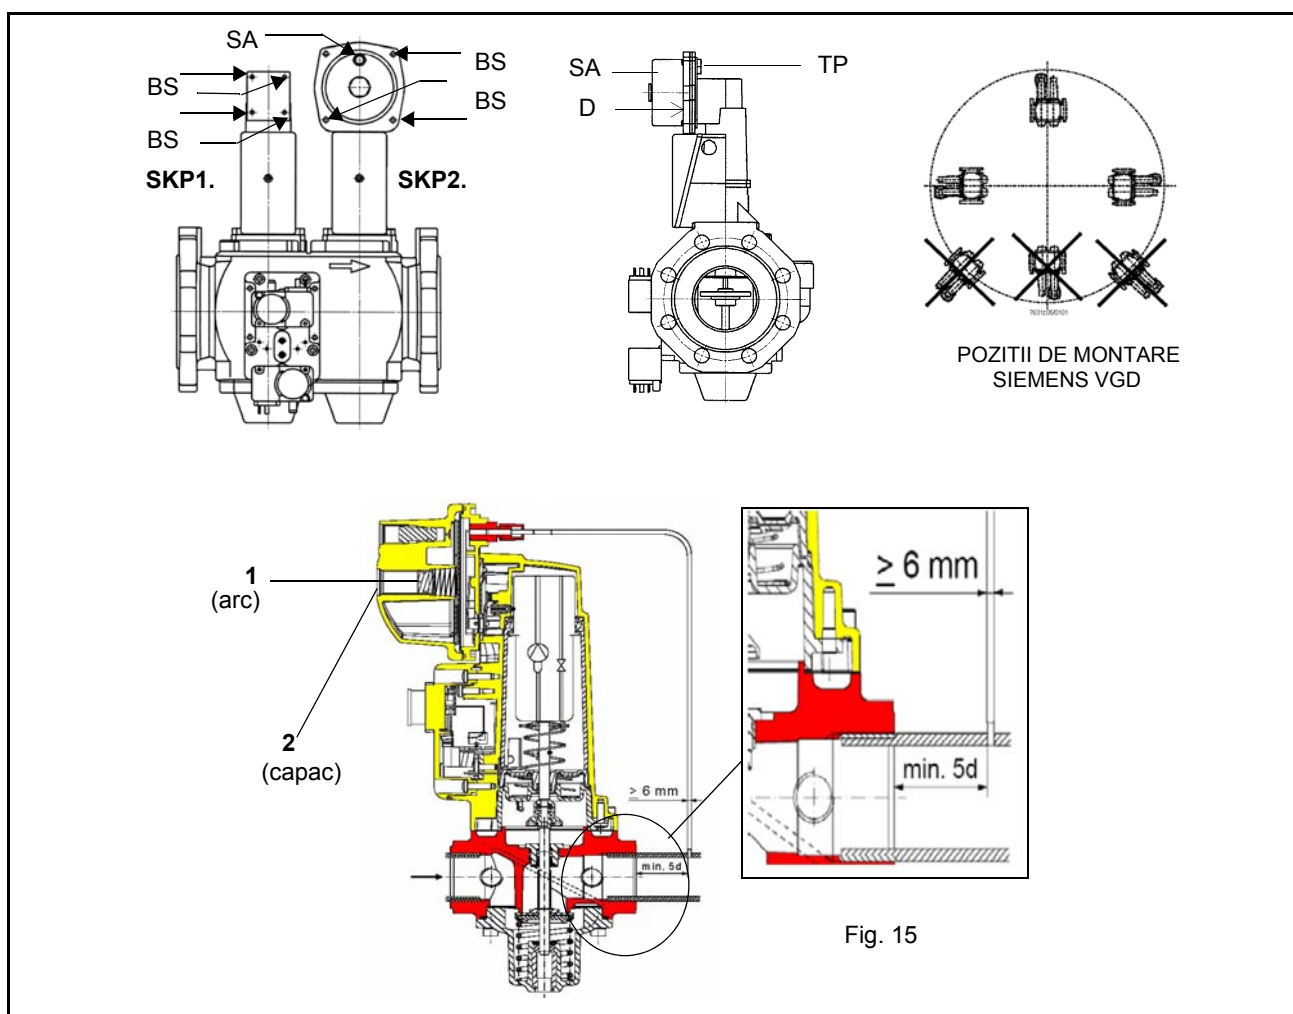

Fig. 15
**PRECAUTIE** : blocul SKP2 cu diafragma D trebuie sa fie VERTICALA (vezi Fig. 15).